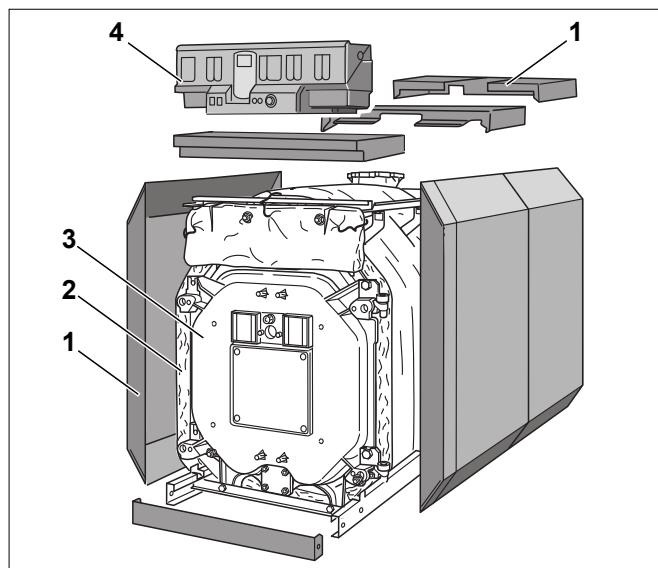
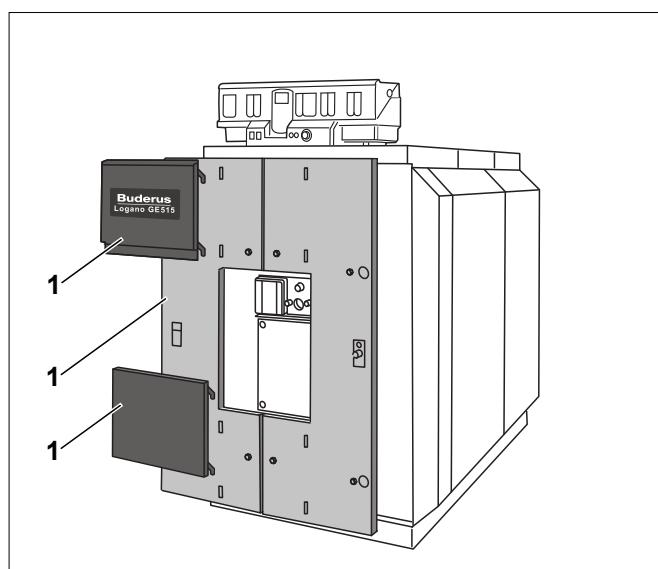

Рис. 1 Специальный отопительный котёл Logano GE515 на дизельном и газовом топливе
Рис. 2 Специальный отопительный котёл Logano GE515 на дизельном и газовом топливе
- Котловой блок (рис. 1, [3]). В котловом блоке тепло, производимое горелкой, передается воде, циркулирующей в системе отопления.
- Обшивка котла (облицовка, рис. 1 и рис. 2, [1]), теплоизоляция (рис. 1, [2]). Облицовка котла и теплоизоляция препятствуют потерям энергии.
- Система управления (рис. 1, [4]). Система управления служит для контроля и управления всеми электрическими компонентами специального отопительного котла Logano GE515 Не входит в базовую комплектацию.